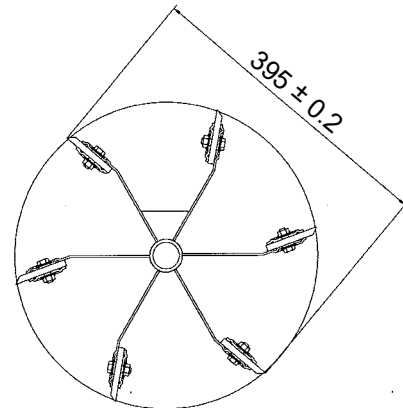

Fig. 9
3. Positionner les palettes à la bonne hauteur et la bonne inclinaison pour une précision au maximum, lors du montage sur le rotor - voir figure 9.